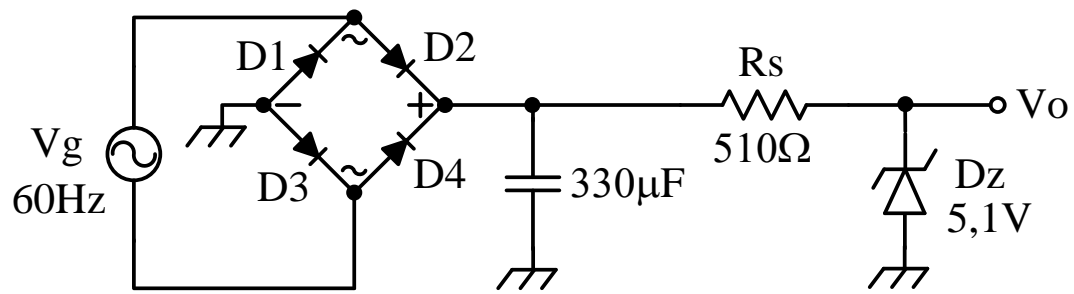

Figura 7. Fuente DC Regulada con Zener.
1.2.5) En la fuente regulada de la Figura 7 determinar la corriente del Zener y dibujar la forma de onda a la salida, indicar todos los puntos de interés.
Para el circuito de la Figura 7 (Fuente DC Regulada):